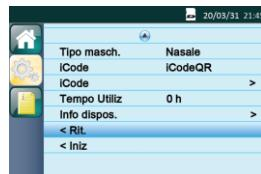

Fig. 13-8
- (1) Tornare alla Interfaccia di Impostazione Iniziale. Spostare il cursore sull'opzione **Rit.** ruotando **la Manopola** ⌂, come mostrato nella Fig. 13-8.